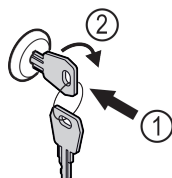

Fig. 67
- Vajutage võti sisse Fig. 67 (1).
- Keerake võtit 90° päripäeva Fig. 67 (2).